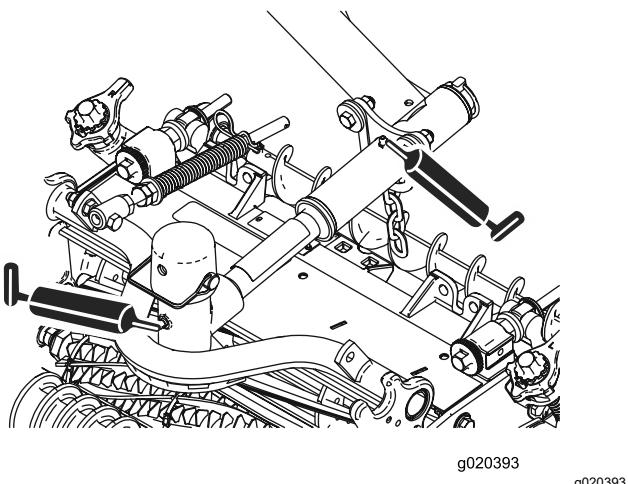

Figura 48
- Pivotes de las unidades de corte (2 en cada) (Figura 48).